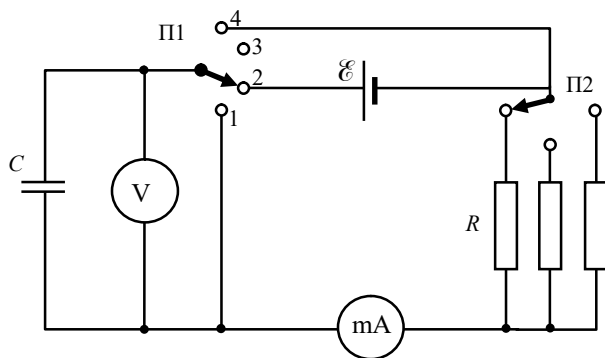

Рис.2. Электрическая схема установки
В работе исследуются зависимости тока и напряжения от времени при зарядке и разрядке конденсатора. Когда постоянная времени τ составляет десятки и сотни секунд, для наблюдения релаксационных процессов используются измерительные приборы постоянного тока. Электрическая схема установки приведена на рис.2.
1. В схеме, изображенной на рис.2, переключатель П1 сначала находится в положении «1». В момент $t = 0$ его переводят в положение «2», а через 100 с - в положение «4». Рассчитайте и постройте на миллиметровке графики зависимостей $u(t)$ и $i(t)$ для данного процесса в диапазоне $0 \leq t \leq 200$ с. Значение ЭДС источника примите равным $\mathcal{E} = 5$ В, сопротивление резистора для первого (по алфавиту) члена бригады $R = 5$ кОм, для второго - $R = 4$ кОм, для третьего - $R = 3$ кОм. Значение емкости C выберите из табл.5: